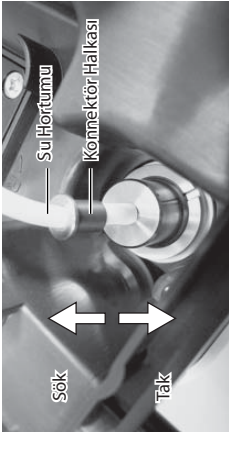
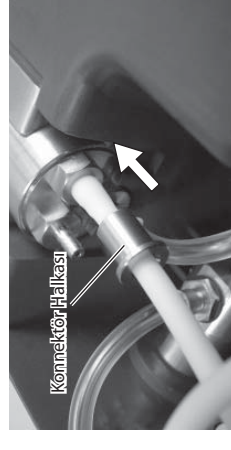

Fig.32
Fig.36
3) Kontrol ünitesinden su hortumunu sökünüz. (Şişe tarafı ve Ön Panel tarafı.) (Fig. 32, 33)
8) Su hortumunu söküm prosedürünün tersini yaparak geri takın (Fig.32). Konektör halkası kontrol ünitesine durana kadar itiniz. (Fig.36)